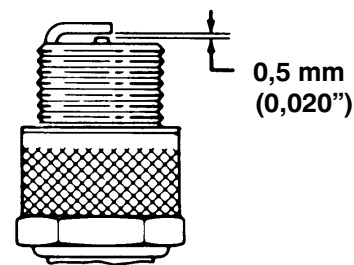

Abbildung 16
3. Den Elektrodenabstand auf 0,5 mm (0,020") einstellen (Abb. 16). Die richtig eingestellte Zündkerze und eine Dichtung anbringen. Die Kerze fest mit 13,6 N·m (10 ft·lb) anziehen.